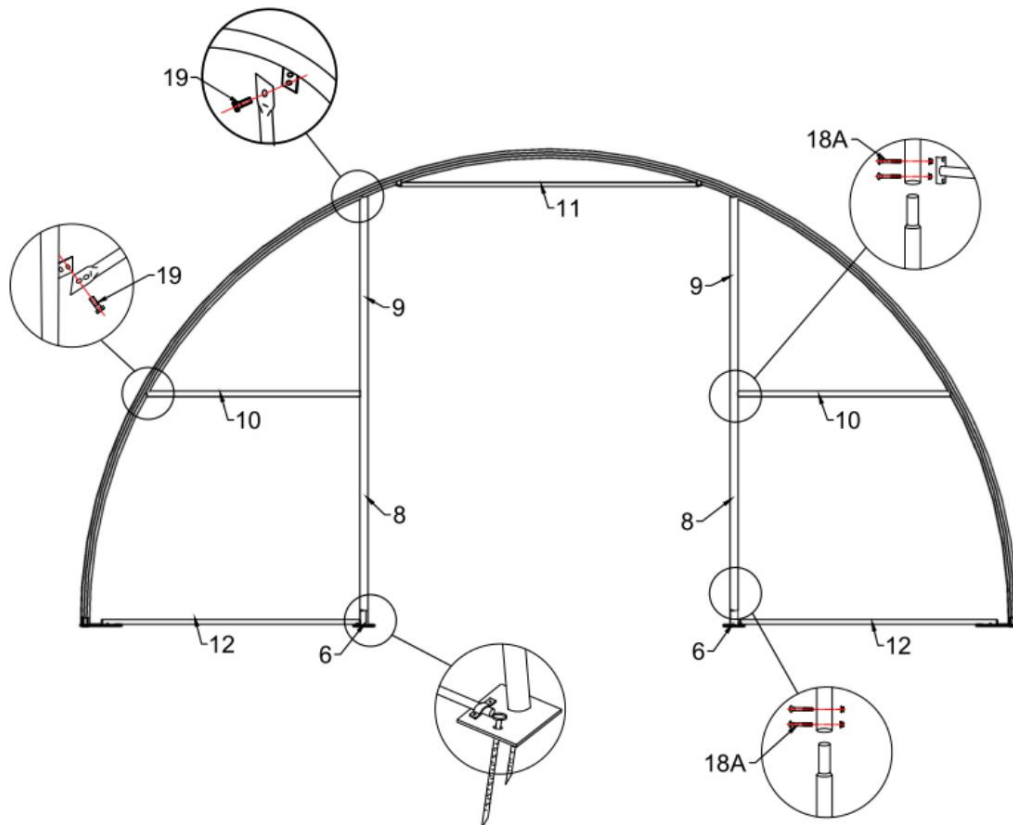

Figure 6
4. Une fois les deux premières arches installées dans les platines de base, fixez-les à l'aide des pannes (n° 4) et des boulons à tête carrée M10x90 (n° 17). Installez ensuite la troisième arche dans la platine de base et fixez-la également à l'aide des pannes. Procédez de la même manière pour toutes les autres arches et pannes. Installez ensuite les panneaux avant et arrière. Repérez les composants correspondants et assemblez-les. Le tube de renfort horizontal (n° 4A) situé sous le tube cintré de la toiture permet de renforcer considérablement la structure. Veuillez vous référer aux figures 6 et 7.